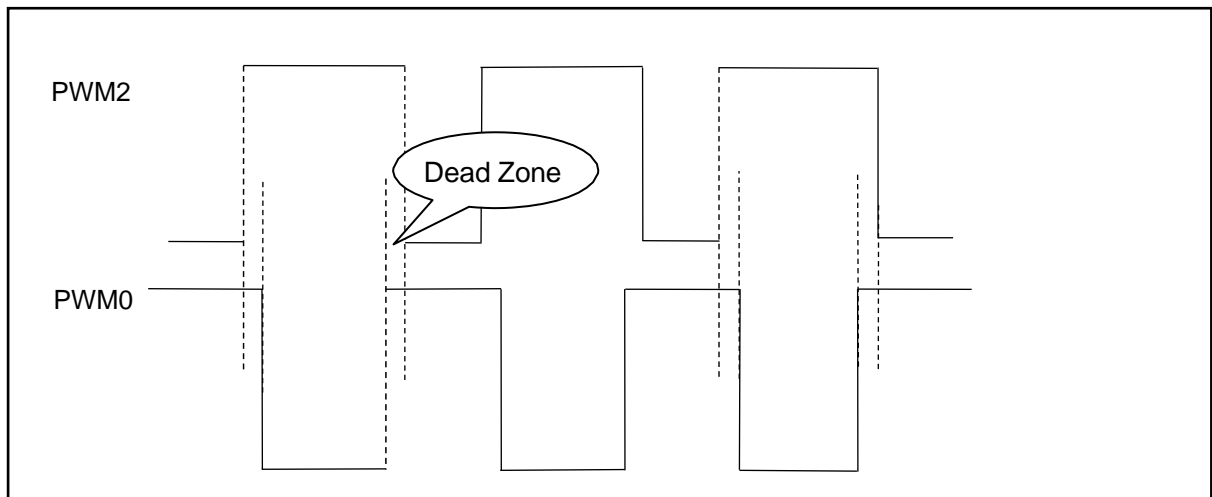

图 16：两路互补 PWM 波形
1. 上述程序中，固定占空比时对应的 PWM0/PWM2 波形如图 16 所示。